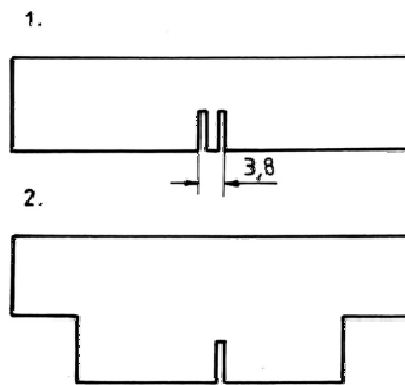
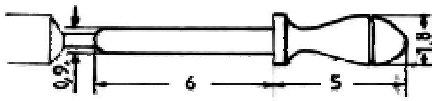
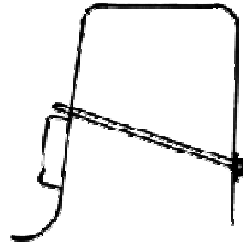

Abb. 16: Findung der Schablonenposition für
Abb. 17: Belegnagel mit Schablone.
Abb. 19: Feststellhaken an Kleinbohrmaschine.
8. Durch die genaue Mittellage der Nut ist es möglich, die Nut für die Kopierleiste auf die richtige Position zu bringen (Abb. 16). Zuerst wird an dem Musterstück durch eine Umschlagoperation das Maß 3,8 erzeugt. Dann wird das Musterstück durch den Tisch ersetzt und die Nut eingebracht. Die Nuttiefe wird so gewählt, daß die Kopierschablone um den Nageldurchmesser übersteht. Die hier angegebenen Maße sind ausgelegt auf den in Abb. 17 dargestellten Belegnagel mit der zugehörigen Kopierschablone.
Die Maschine ist ausgelegt zur Bearbeitung von drei Stück je Rohlingsspannung. Die Bearbeitung erfolgt mit drei Nadelfeilen, einer dreieckigen, einer runden und einer flachen. Die Schablonenstellung ist so gewählt, daß die dünne Seite zum Spannfutter zeigt, so daß die Auflage bis zum Abstich immer von dem verbleibenden Rohling übernommen wird (siehe Abb. 17). Eine günstige Drehzahl liegt innerhalb des unteren Bereichs der vorgeschlagenen Bohrmaschine. Was das Material anbelangt, so ist jedes eng gewachsene Schnitzholz verwendbar. Die auf Abb. 18 abgelichteten Belegnägel sind aus Ebenholz gefertigt. Dieses Holz ist zwar gut geeignet, doch setzt der Werkstoff die Feilen schnell zu, so daß sie wiederholt mit einer Messingbürste gereinigt werden müssen. Die oben angesprochene Bearbeitungslänge (drei Stück) läßt sich vergrößern durch eine entsprechende Verlängerung des Tisches (Maß 60). Die durch die Kopierschablone entstehenden Durchmesser sind in geringem Maße beeinflussbar durch die Abweichung des Werkzeugs von der Waagerechten. Damit dem Bediener beide Hände zur Verfügung stehen, sollte man den Schaltknopf mit einer Feststellklammer versehen (Abb. 19). Sie besteht aus einem u-förmig gebogenen Draht, schwenkbar gelagert in einem angeklebten Röhrchen.